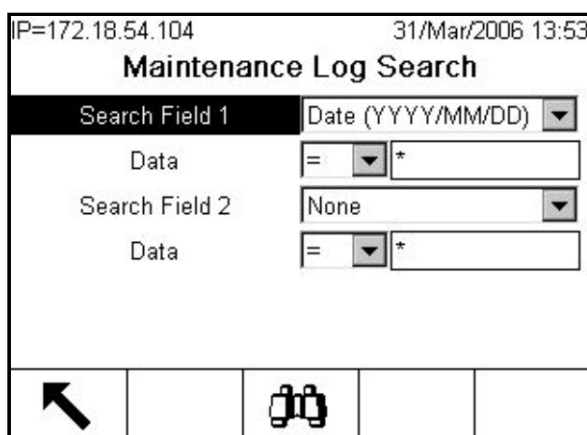

Figure C-35: Écran Maintenance Log Search
2. Appuyez sur la touche programmable AFFICHER TABLEAU  pour ouvrir l'écran Maintenance Log Search (Figure C-35).